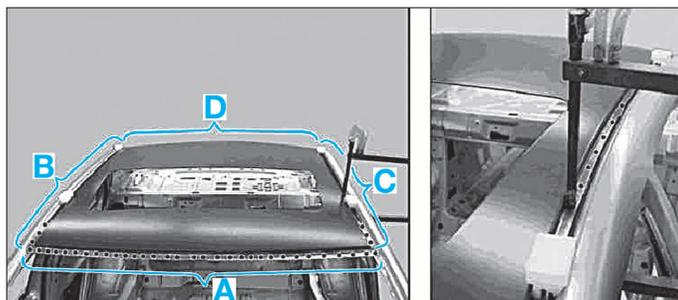

FIG. 127
• Souder à la pointeuse électrique par résistance par points zones (A), (B), (C) et (D) (Fig.127).